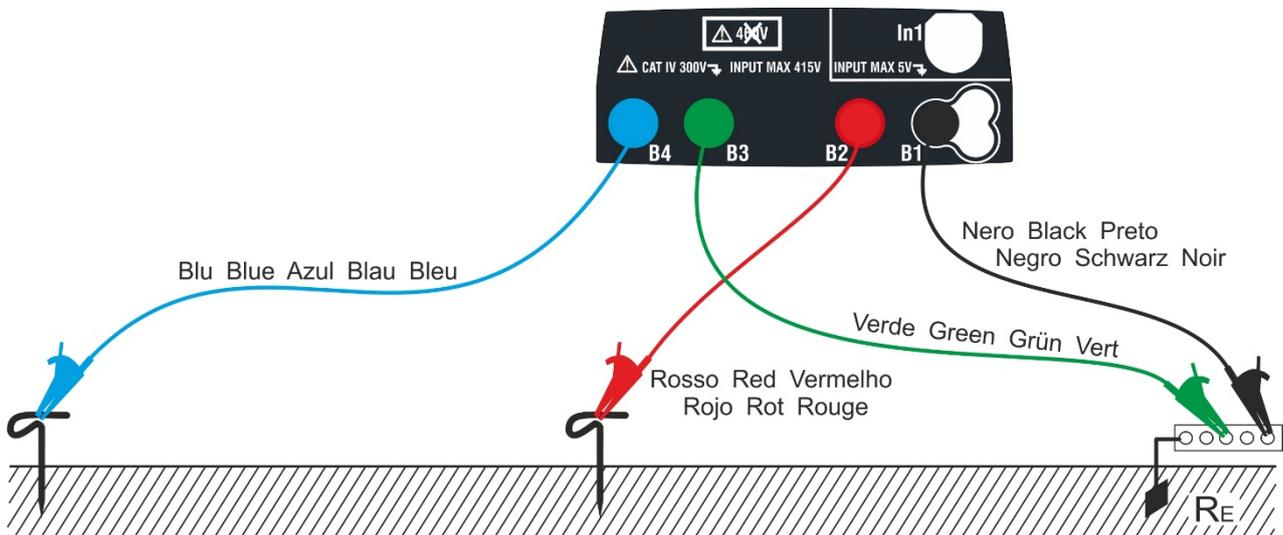
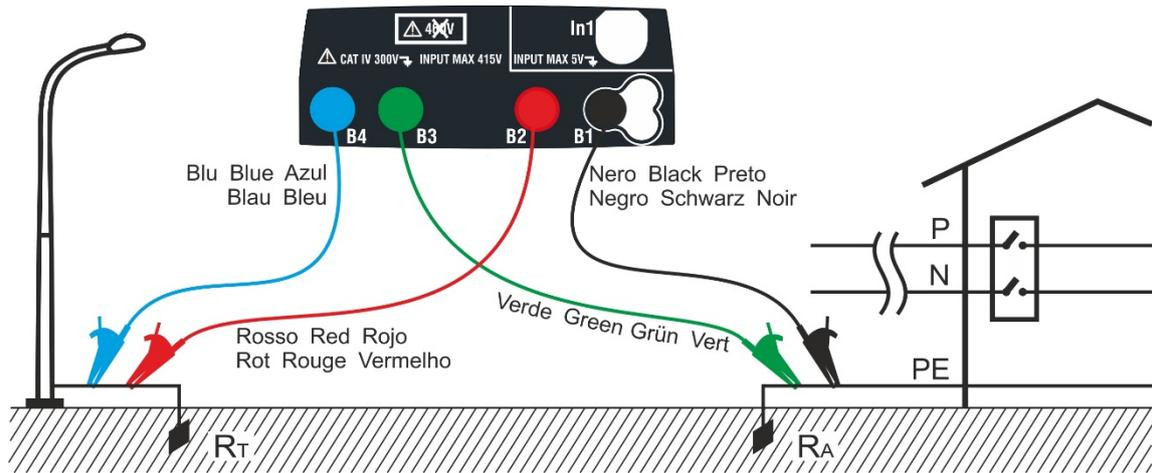
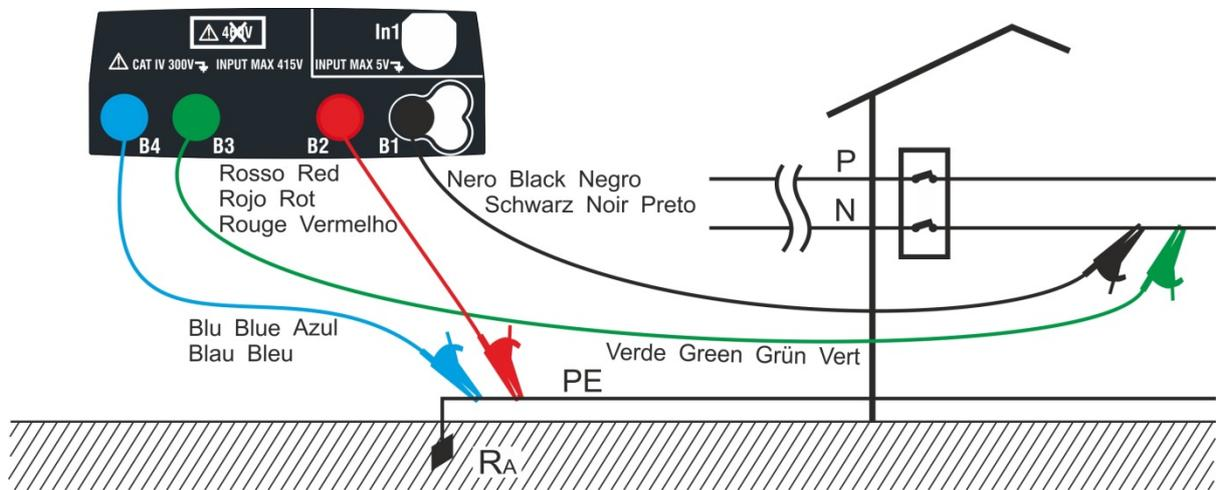

Fig. 28: Medição da resistência de terra com 3 fios
Fig. 29: Medição da resistência de terra com 2 fios com ponteira auxiliar
Fig. 30: Medição da resistência de terra com 2 fios do quadro de alimentação
- 12 Ligar os crocodilos às ponteiros auxiliares e à instalação em exame de acordo com a Fig. 28, Fig. 29, Fig. 30 ou Fig. 31.